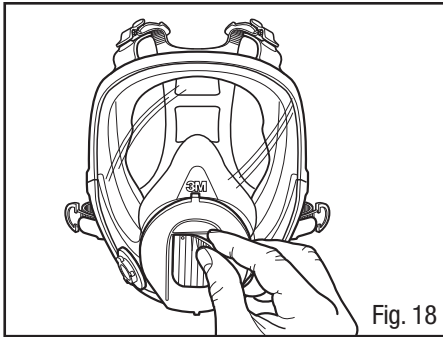

Fig. 18
2. Pegue a válvula e puxe cada haste da válvula para fora do assento da válvula (Fig. 18).